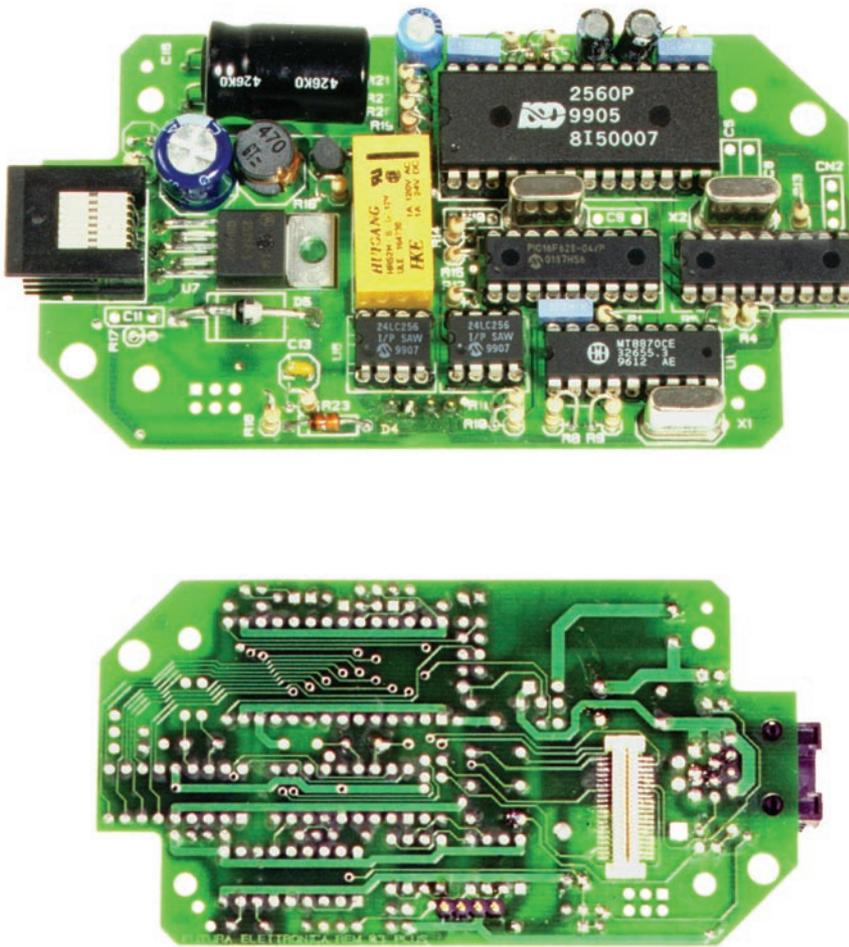

Figure 8: Photo des deux faces d'un des prototypes de l'unité de surveillance audio par GSM avec alarme.
Les dessins de la figure 8 montrent le parcours des pistes et la figure 7 la position des composants sur le circuit imprimé. Ci-dessus, les photos montrent l'appareil entièrement monté. On le voit, la majeure partie des composants sont montés sur le côté LC. Sur le côté opposé, celui des soudures LS, on n'a monté que les deux connecteurs : un 40 broches pour le GSM et un lui fournissant la tension.
Mais procédons par ordre. La figure 7 montre la disposition des composants sur la face LC (le connecteur à 40 pôles ainsi que le connecteur d'alimentation du modem, en revanche, sont côté soudures (LS) puisque c'est là qu'on placera le module modem GSM, voir la figure 8 pour les photos). A propos du modem à placer en "sandwich" côté soudures (figure 10), n'oubliez pas, afin de chasser tout souci de court-circuit intempestif de vos esprits, d'interposer une feuille de mica (découpée aux dimensions adéquates et en ménageant le passage des connecteurs) entre les soudures et le module dont le boîtier est, bien sûr, métallique.